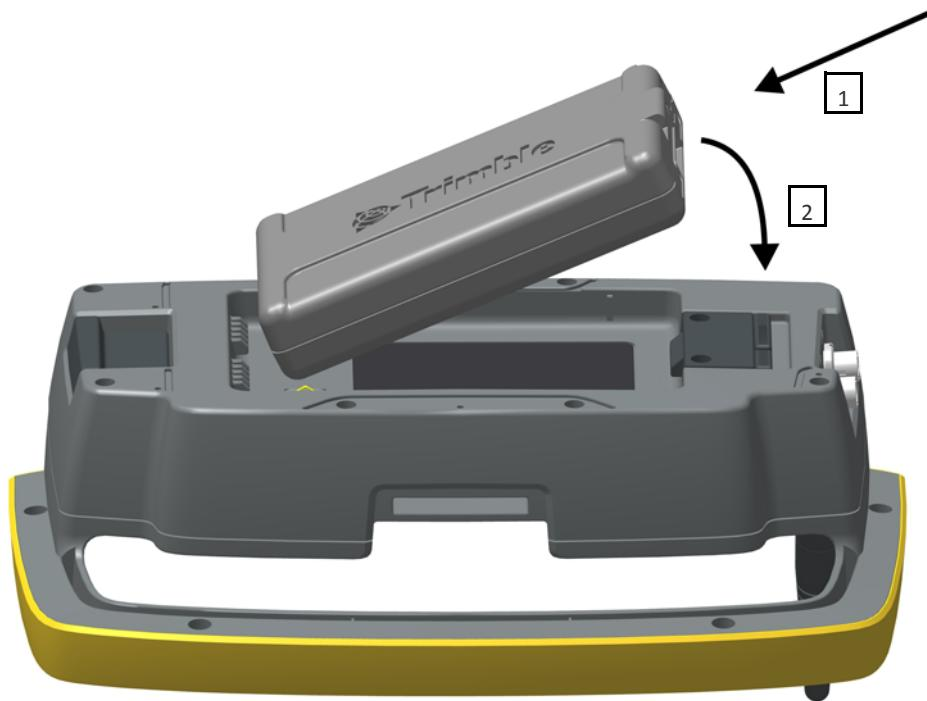

Рисунок 5.13 Установка батареи в держатель Trimble Robotic
- Совместите батарею с креплениями на держателе (1).
- Надавите на батарею, чтобы зафиксировать ее со щелчком (2). См. Рисунок 5.13.